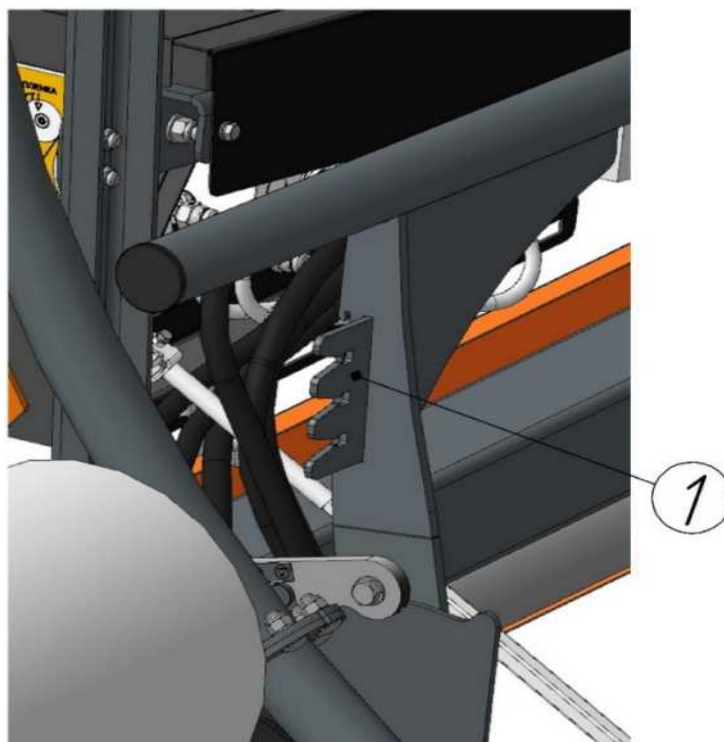

Рисунок 7.6 - Гребенка для закрепления пленки
8. Зафиксируйте плёнку на упаковщике, на специальной гребёнке (рисунок 7.6)